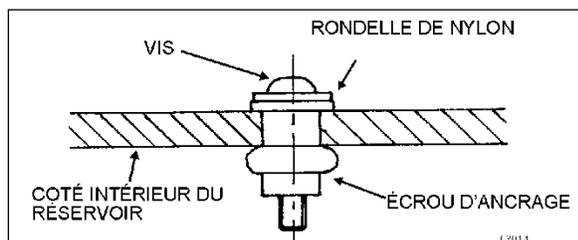

FIGURE 30 : REPARATION DU RESERVOIR DE CARBURANT
8. L'arrangement des cales peut varier. Elles peuvent être placées du même côté si désiré (Figure 30).